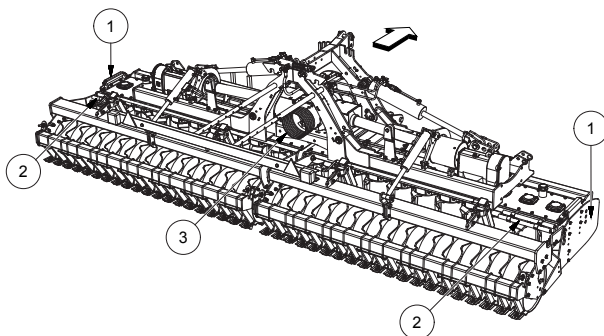

FIG. 19
- Seitlicher Schutzscharnier (1, "Fig. 19").
- Schutzschläuche gegen den Zugang des Werkzeugbereiches (2, "Fig. 19").
- Zapfwellenschutz hintere Seite (3, "Fig. 19").